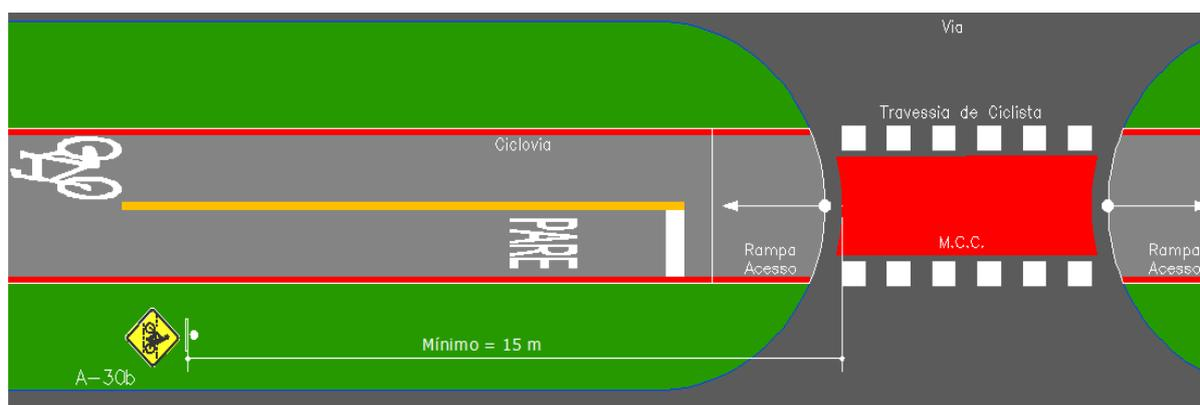

Figura 11 – Placa de Advertência A-30b – Travessia de Ciclistas.
- Posição em relação à ciclovia = instalar no mínimo a 15 metros da sinalização M.C.C. para travessia de ciclistas. Ver Figura 11;